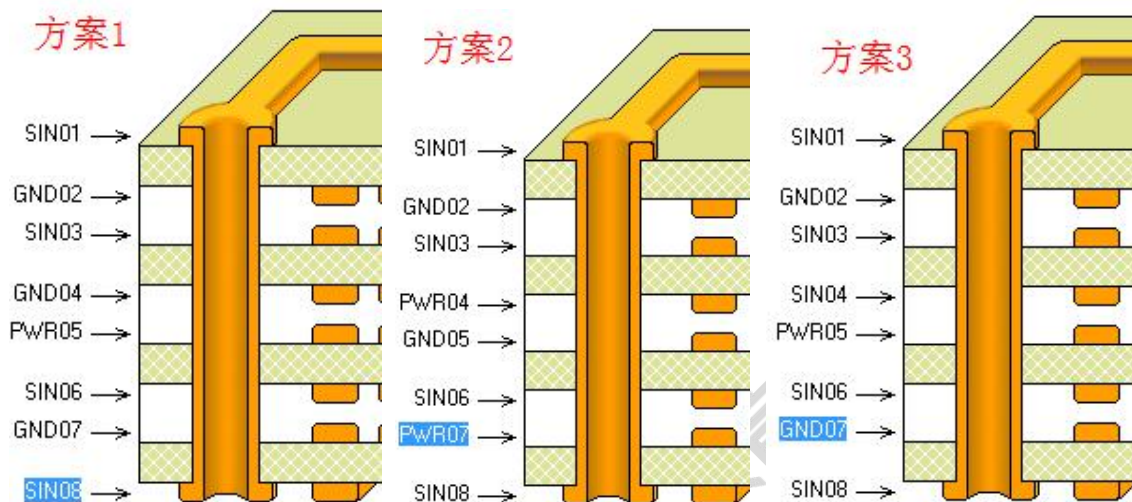

图 3-5 常见 8 层板叠层推荐方案
3、常见 8 层板叠层推荐，如图 3-5，优选方案 1 和 2，可用方案 3